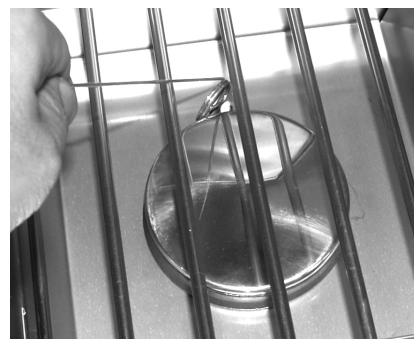

Fig. 30-2 - Éclairage manuel
**ATTENTION:** Attendez toujours cinq (5) minutes le gaz pour se dégager après que n'importe quelle tentative non réussie d'éclairage.
2. Insérez soit un brûlant long baril briquet au butane, un match à longue tige de brûlure, ou une allumette en feu détenues par un titulaire d'extension de fil À travers les grilles de cuisson du brûleur (Fig. 30-2). Tenez la flamme contre le bord du brûleur.
4. Si le brûleur ne se allume pas dans les cinq (5) secondes de tourner le bouton de commande, **appuyez immédiatement sur le bouton et tournez la valve sur OFF**. Attendez cinq (5) minutes avant de répéter les étapes 2 à 4 des instructions du manuel d'éclairage.